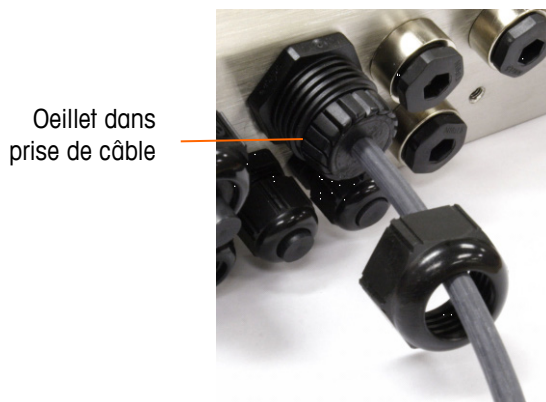

Figure 2-27 : Œillet dans le corps de la prise de câble
4. Placez un œillet dans le corps de la prise du câble (voir la Figure 2-27).